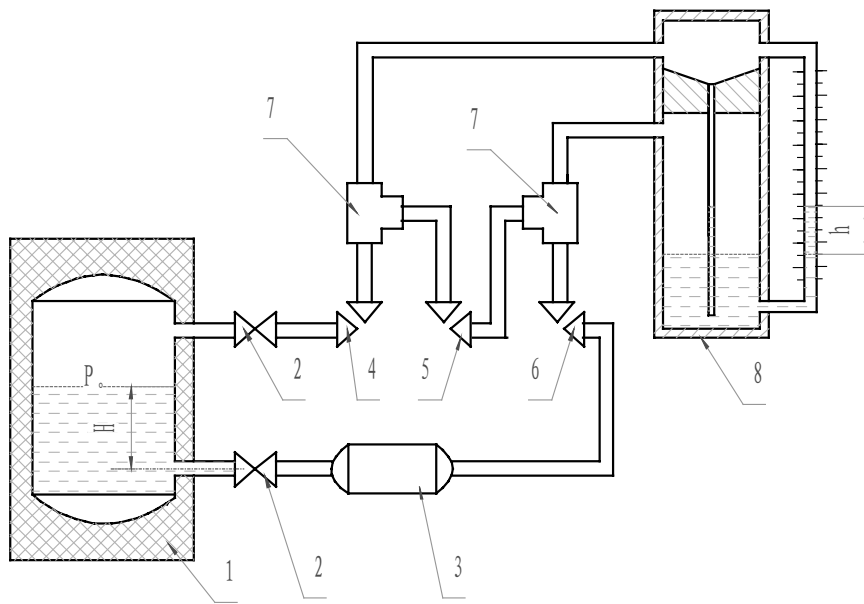

图 1
测量密封保温容器内低沸点液体液位的示意图如图 1 所示。
1、仪表安装时其连接系统如图 1 所示。被测容器与仪表之间用两根细管连接，并接入一个气化器(一个小容器)。仪表实现测量的关键是液体流出绝热层之后迅速气化，为使其充分气化而加设气化器，必要时气化器还要加蒸气加热管。连接管和气化器都暴露在空气中。连接管从绝热层引出时，其引出点应同被测液位的零点在同一水平高度。气化器也应放在同一水平高度上。这样气化气体和液体的分界面即是被测液位的零点。